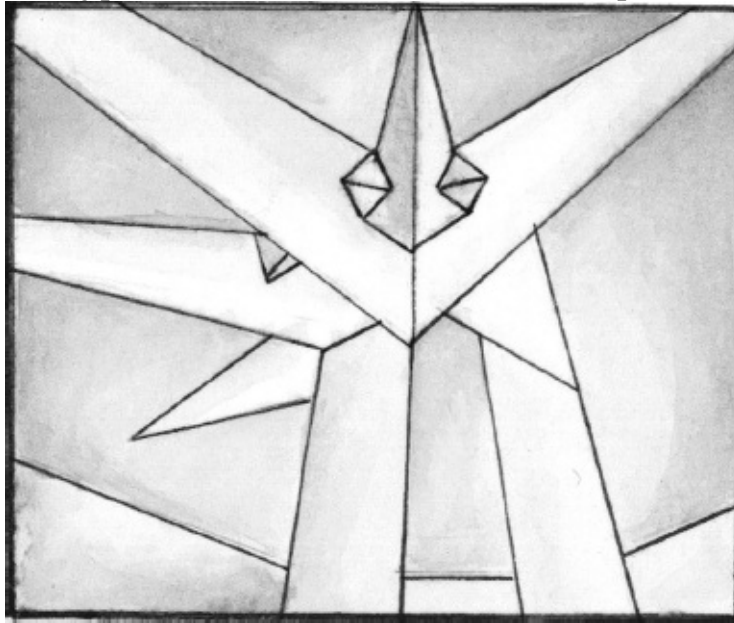

Рис. 14. Многоуровневый потолок для прикрытия технологических элементов
– для прикрытия систем кондиционирования, электропроводки, воздуховодов, фреоновых труб, труб водоснабжения, отопления (рис. 14); в этом случае многоуровневый потолок – идеальное решение.